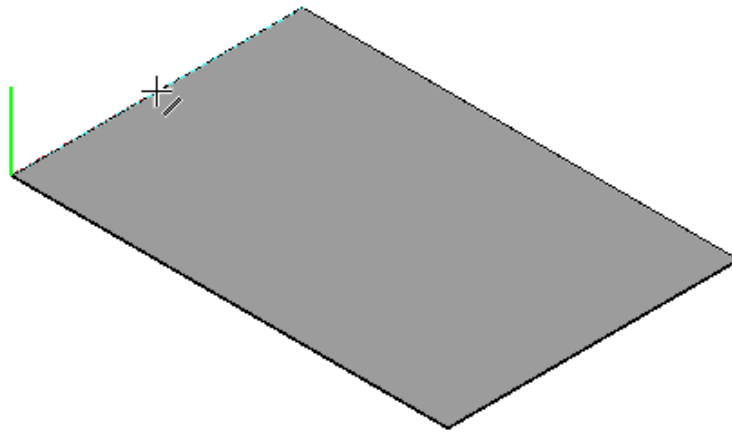

Рисунок 11.
- Укажите ребро, на котором нужно создать сгиб (рис. 11).